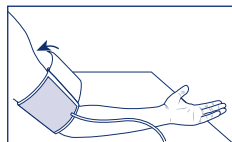

Figure 2
- Resserrez le brassard par l'extrémité et refermez la fermeture velcro (Figure 2). Le brassard doit être serré de façon à ce que deux doigts puissent passer entre le bras et le brassard.